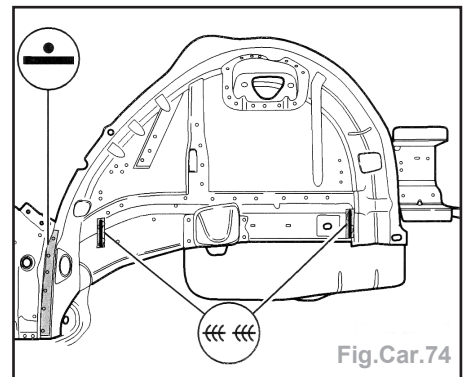

Fig.Car.74
- Souder la liaison avec la tôle du plancher par soudure ponctuelle (Fig.Car.74).